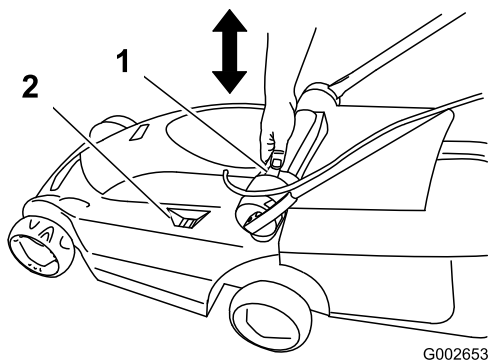

Figura 19
2. Premete il pulsante di regolazione dell'altezza di taglio con il pollice, e abbassate o alzate l'impugnatura dell'altezza di taglio all'altezza opportuna illustrata dalla spia di livello dell'altezza di taglio (Figura 19).